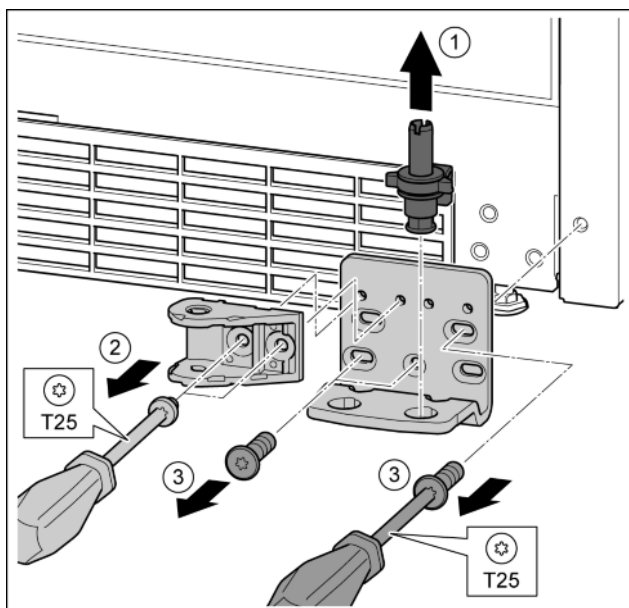

Fig. 33
- ▶ A teljes csapszeget felfelé húzza ki. *Fig. 33 (1)*
- ▶ A T25 csavarhúzóval tekerje ki a csavarokat, és vegye le a záráscsillapítót. *Fig. 33 (2)*
- ▶ A T25 csavarhúzóval tekerje ki a csavarokat, és vegye le a csapágybakot. *Fig. 33 (3)*